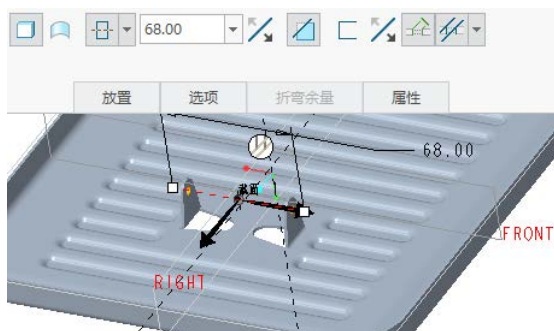

图 5-142 设置拉伸深度选项及其参数
- (4) 在“拉伸”选项卡的深度选项下拉列表框中选择 (对称)，接着设置拉伸深度为“68”，如图 5-142 所示。